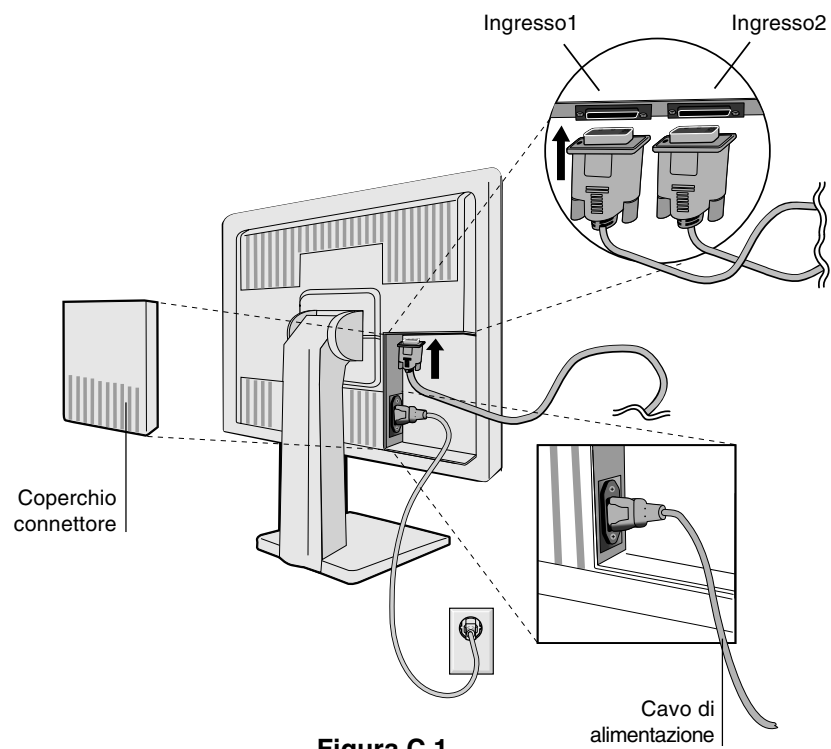

Figura C.1
3. Togliere la copertura connettore. Collegare il cavo segnali con mini D-SUB a 15 pin al connettore sul retro del monitor. Posizionare il cavo segnali video (**Figura C.1**).
4. Collegare un'estremità del cavo di alimentazione all'ingresso c.a. sul retro del monitor e l'altra estremità alla presa di alimentazione (**Figura C.1**). Rimettere la copertura del connettore.